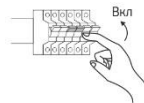

Рисунок 5 - Включение автоматического выключателя.
- 5.4. Включите питание на щите, путем включения автоматического выключателя этой группы (Рисунок 5).